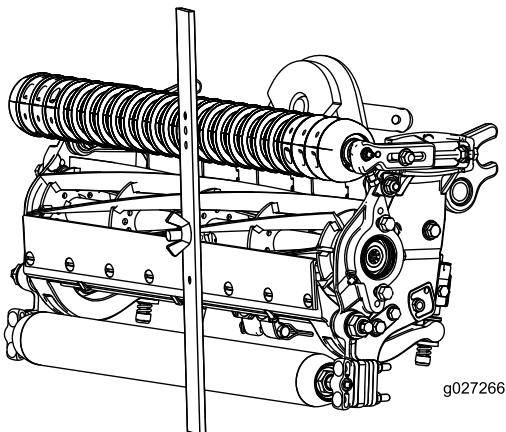

Figura 17
- Aggiacciate la testa della vite sul tagliente della controlama e poggiate l'estremità posteriore della barra sul rullo posteriore (Figura 17).
- Ruotate la vite di regolazione finché il rullo anteriore non toccherà la barra di riferimento (Figura 17). Regolate entrambe le estremità del rullo finché l'intero rullo non sarà parallelo alla controlama.